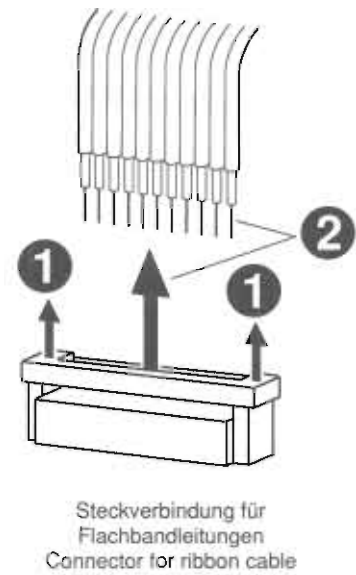

Fig. 3
- Steckverbindung der Flachbandleitung (CD-Leiterplatte → Verstärkerplatte) von der Verstärkerplatte lösen (Fig. 3).